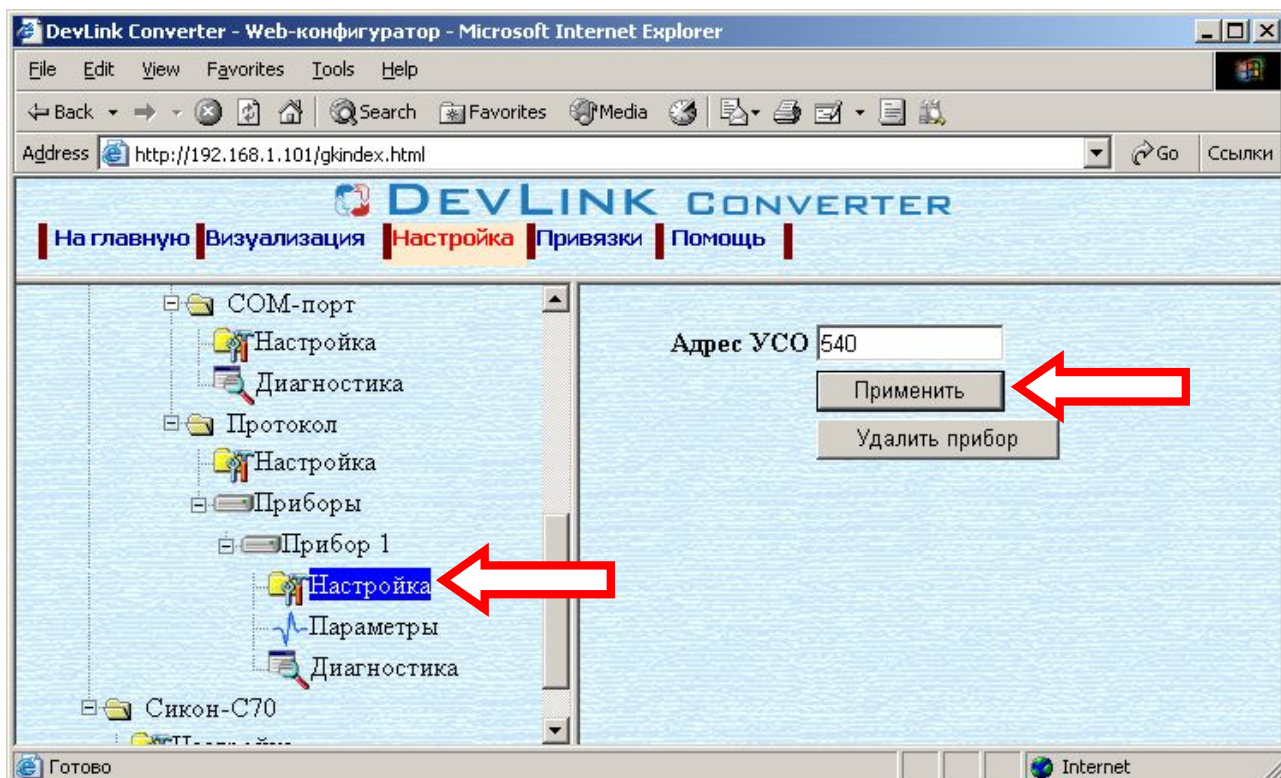

Рисунок 3.10 – Настройка прибора
- Выберите в дереве объектов *папку «Настройка»* прибора нужного канала драйвера (рисунок 3.10).
- Задайте необходимый *Адрес УСО* и нажмите кнопку «Применить» (рисунок 3.10).